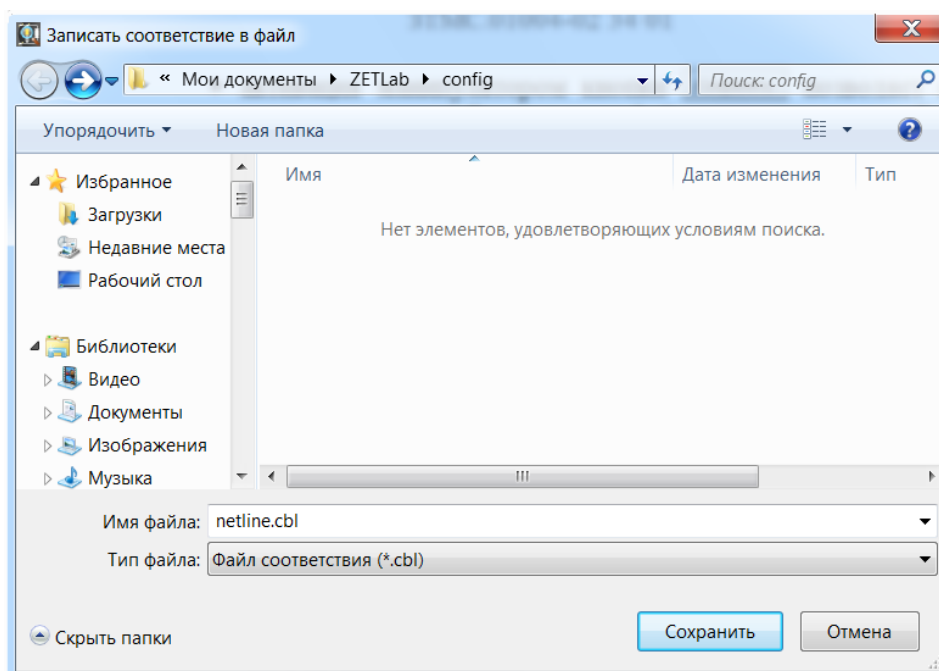

Рисунок 5.8
- нажатие на кнопку «Сохранить» позволяет сохранить созданную таблицу в виде файла с расширением «*.cbl» (Рисунок 5.8);